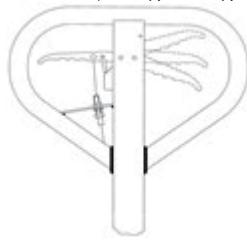

bild 8: Manöverhandtaget
- Vid behov kan manöverhandtaget justeras enligt följande steg (bild 8):